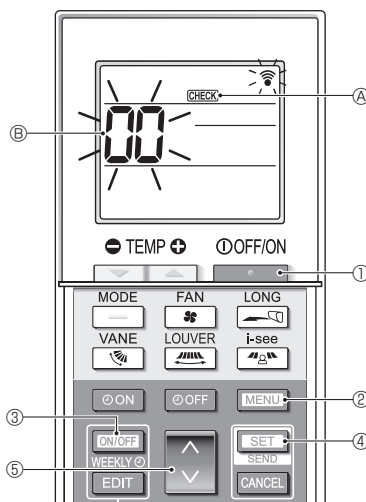

Fig. 7-6
7.3.2. Бездротовий пульт дистанційного керування (Fig. 7-6)
- Натисніть кнопку [УВІМК./ВИМК.] ① для зупинки кондиціонера.
- Якщо ввімкнено тижневий таймер (увімкнено режим **WEEKLY**), натисніть кнопку [ON/OFF WEEKLY] ③, щоб його вимкнути (режим **WEEKLY** вимкнено).
- Натисніть і тримайте кнопку [MENU] ② протягом 5 секунд.
- З'являється напис **CHECK** ④, і блок переходить у режим самодіагностики.
- Натисніть кнопку [] ⑤, щоб вибрати адресу холодоагенту (адресу M-NET) ⑥ внутрішнього блока, для якого потрібно виконати самодіагностику.
- Натисніть кнопку [SET] ④.
- Натисніть кнопку [УВІМК./ВИМК.] ①.
- Зникають напис **CHECK** ④ і адреса холодоагенту (адреса M-NET) ⑥ — самодіагностика завершено.